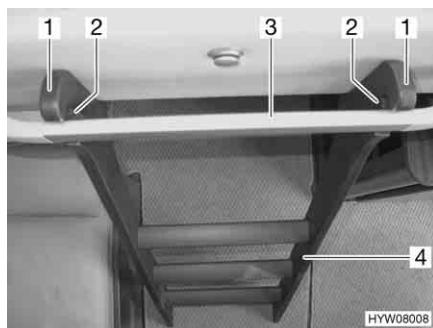

Fig. 100 Scaletta di accesso agganciata
- Agganciare la scaletta di accesso (Fig. 100,4) con le due staffe (Fig. 100,1) nella barra di presa (Fig. 100,3) al letto basculante. Durante l'agganciamento fare attenzione che i longheroni della scala vengano posizionati dietro ai due dispositivi di fissaggio (Fig. 100,2). Questo serve a impedire che la scaletta di accesso scivoli di lato.